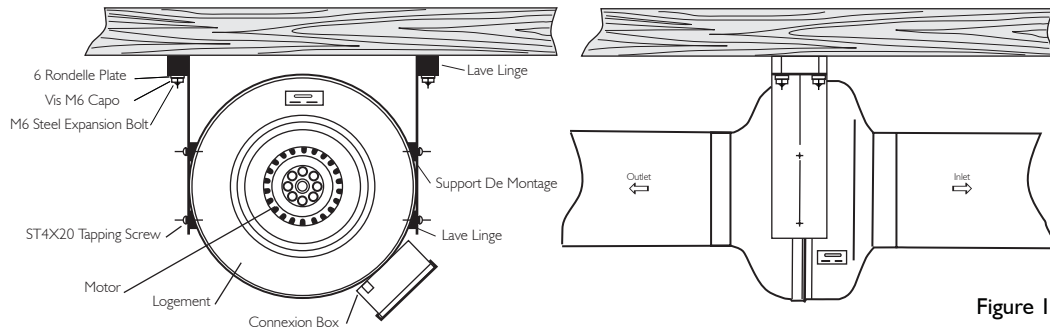

Figure 1
Fixez les supports de montage pour le boîtier du ventilateur comme le montre la figure 1. Fixer le ventilateur à une poutre de soutien à l'emplacement sélectionné. Montage vertical est recommandé de réduire la condensation build-up dans le ventilateur, mais le ventilateur peut être monté dans n'importe quelle position. La boîte à bornes (câblage box) doit être placée pour un accès facile. La flèche de direction d'air situées sur le couvercle de la boîte de jonction montre la direction de l'écoulement de l'air, qui ne peut pas être inversée. Figure 2a et 2b montre horizontale ou montage au plafond.
2. Fixez le support de montage du ventilateur à l'aide de solives de bois en utilisant les vis fournies (voir la figure 1). Pour de meilleures performances montage vertical est toutefois recommandé aucune orientation est acceptable.